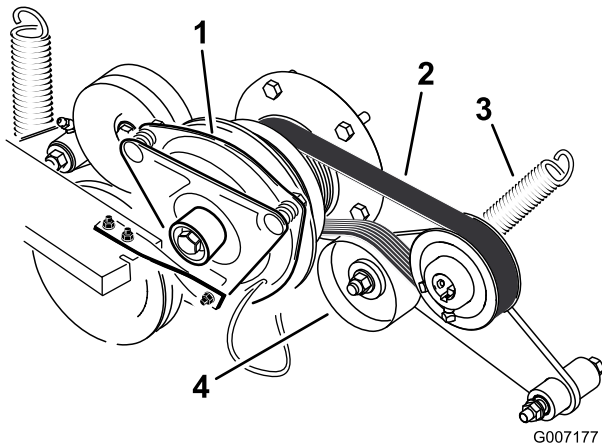

Figura 69
3. Retire el muelle del brazo de la polea tensora (Figura 69).
4. Instale la correa nueva alrededor de la polea del motor y de la bomba hidrostática (Figura 69).
6. Instale el muelle en el brazo tensor (Figura 69).